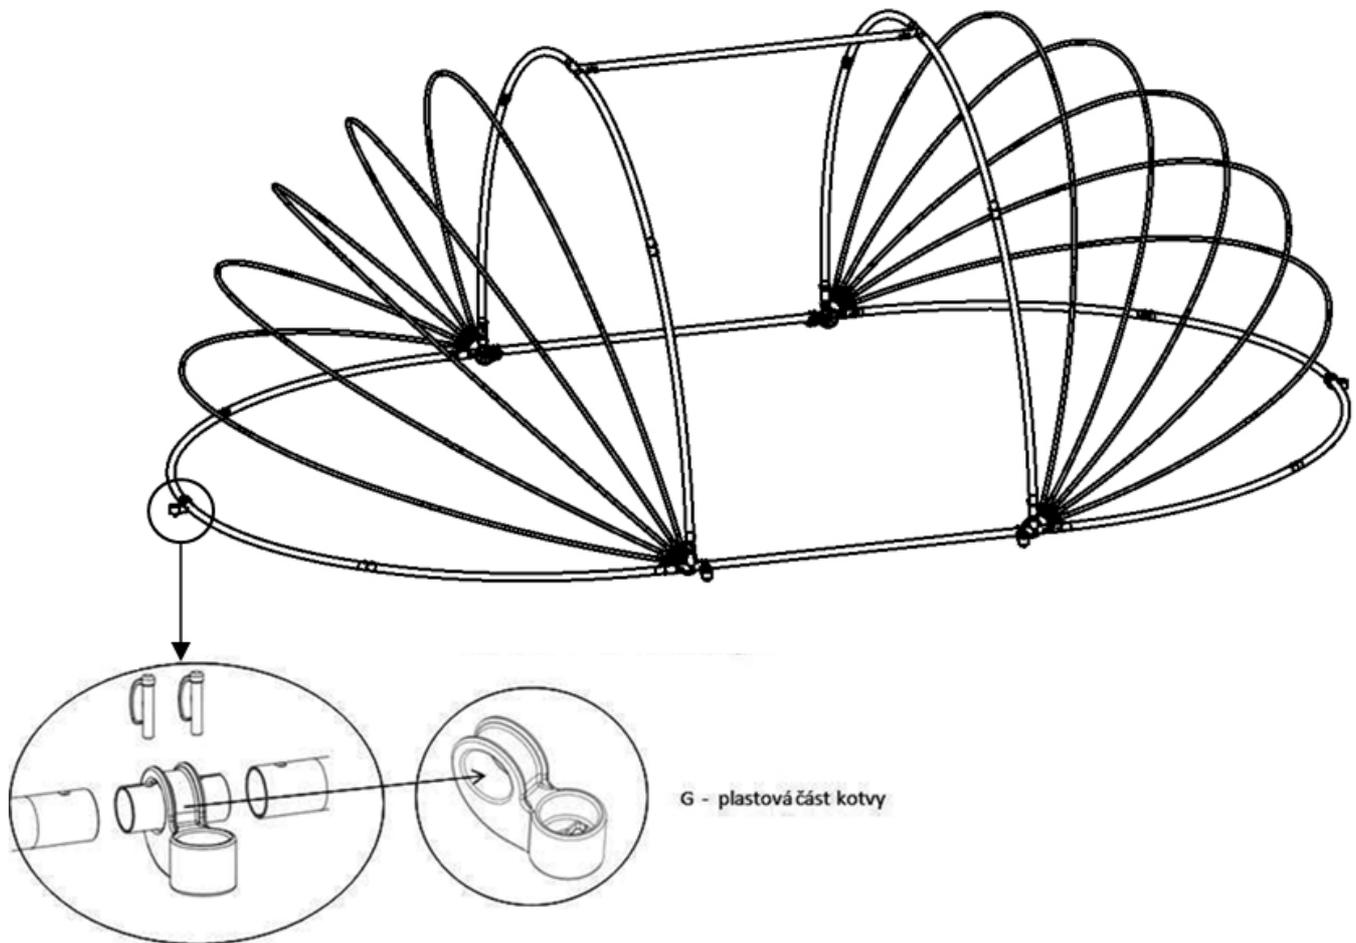
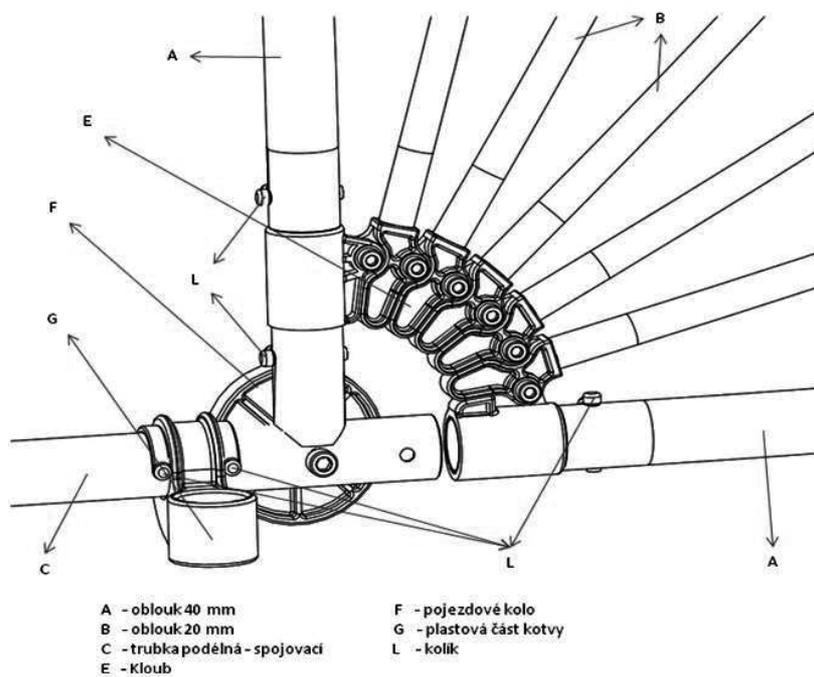

Abbildung 11
Abbildung 12
Der Bügel (A) 40 mm wird mit Hilfe von Verbindungsstücken (K) verbunden. Auf den Bogenscheiteln muss zwischen den Stiften ein Teil der Verankerung (G) eingesetzt werden, (Abb. 11). Den gesamten Bügel ist auf das Gelenk mit Laufrad (Abb. 12) aufzustecken.
Der untere Rahmen der Bedachung wird nach richtig durchgeführter Montage am Umfang mit Verankerungselementen (G) versehen, siehe Abbildung 11.